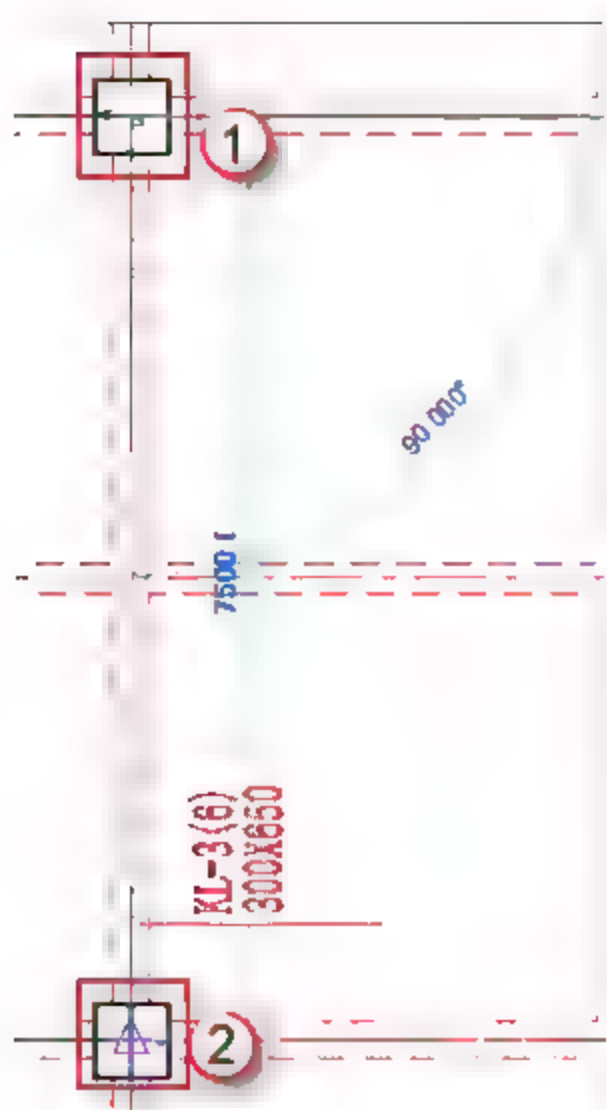

图 4.2.34 绘制 KL-3
(9) 绘制矩形框架梁 KL-3, 按快捷键 B+M, 放置平面为“标高 2”平面视图, 先单击起始柱的中心为起点, 后单击终止柱的中心为终点, 如图 4.2.34 所示。